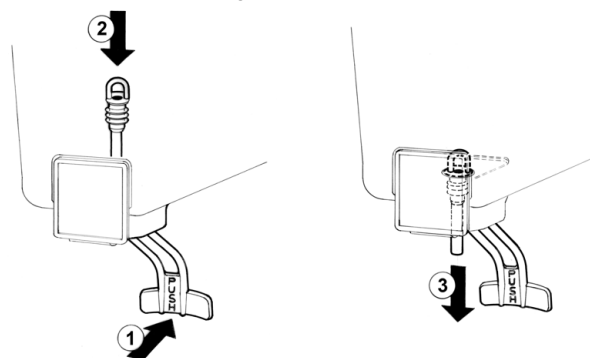

figura 6
2 Rubinetto a gommino: premere (1) la leva comando rubinetto e inserire (2) il gommino rubinetto nel contenitore. Tirare (3) verso il basso l'estremità del gommino fino ad assestarlo completamente (vedere figura 6).